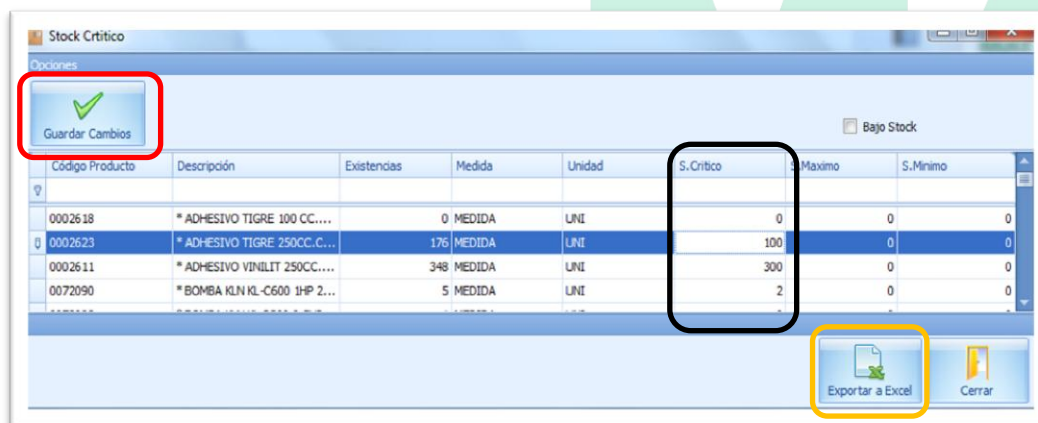

Imagen 22
3.7 Stock Crítico: Esta opción es una ayuda que permite ordenar el stock para que avise cuando está llegando al límite asignado por el encargado. Por ejemplo: ADHESIVO: En el inventario (Existentes) tenemos 176 unidades, pero el encargado ajusta el stock crítico a que cuando llegue a 100 unidades le avise para comprar más. Esto se puede hacer de una forma muy sencilla, con el puntero del ratón pinchamos el rectángulo del *S. Crítico* (imagen 22, Rectángulo Negro) y tipiamos el mínimo del inventario.